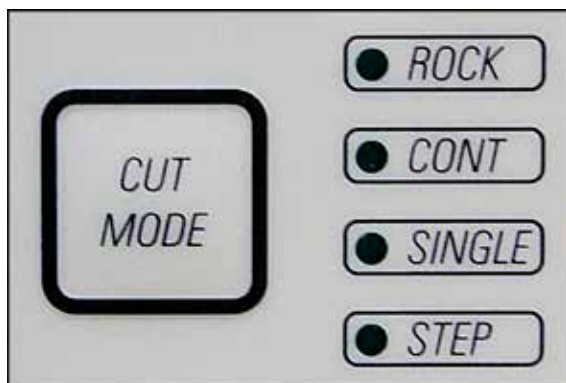

Fig. 18
- Pulsar **CUT MODE** en el panel de mandos (Fig. 18) para seleccionar uno de los modos de corte **CONT**, **SINGLE** o **STEP**.